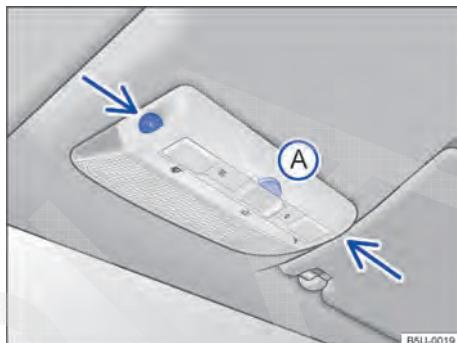

Fig. 31 No console do teto: sensores de monitoramento do interior do veículo e tecla **(A)** para desligar o monitoramento do interior do veículo.
O monitoramento do interior do veículo dispara o alarme com o veículo travado, se reconhecer movimentos no interior do veículo. O sensor e o receptor estão localizados no conjunto da lanterna de leitura → **Fig. 31** (setas).
- Pressionar a tecla → **Fig. 31 (A)**. No painel de instrumentos, a luz de controle  se acende.